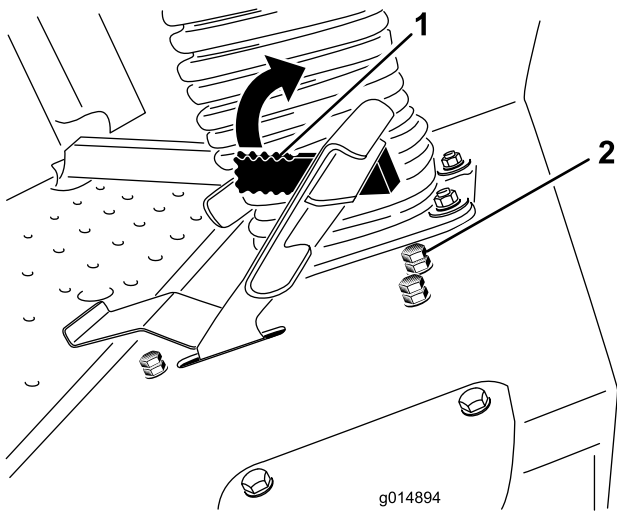

図 52
速度リミッターレバー（図 52）を前側に倒すと、運転中の最高速度を制限することができます。
3. 速度リミッター・ストップボルトのジャムナットをゆるめる（図 52）。